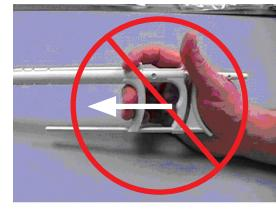

Abbildung 6
- Bitte beachten Sie, dass eine Veränderung Ihrer Daumenstellung zu einer Position wie in Abbildung 6 kontraindiziert ist und daher zu vermeiden ist.